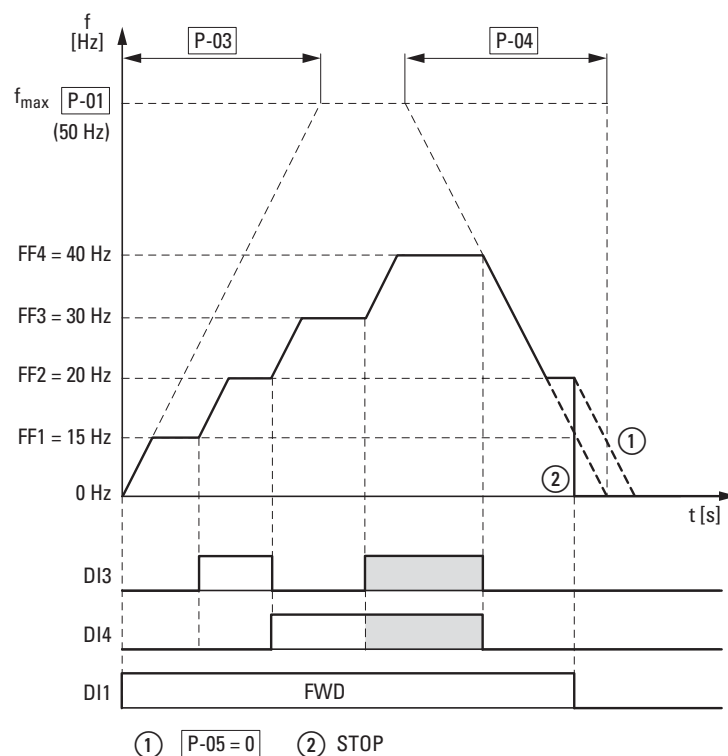

Abbildung 74: Beispiel: Aktivierung der Festfrequenzen mit Beschleunigungs- und Verzögerungsrampen
Ein Wechsel zwischen den einzelnen Festfrequenzwerten erfolgt mit den unter P-03 und P-04 eingestellten Beschleunigungs- und Verzögerungszeiten (→ Abbildung 74). Bei Abschaltung der Freigaben FWD bzw. REV wird die Ausgangsfrequenz direkt gesperrt ② (ungeführter Auslauf). Mit P-05 = 0 wird der Antrieb geführt verzögert ①.